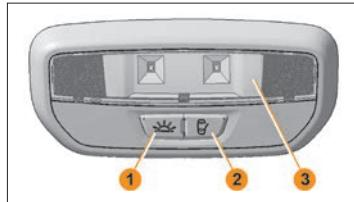

Рис. 1. Плафон освещения заднего ряда сидений
**В вариантом исполнении** автомобиль комплектуется плафоном, выполняющим функции дополнительного освещения задней части салона (рис. 1). При нажатии на клавишу с пиктограммой включается режим общего освещения. При нажатии на клавишу с пиктограммой включается режим «Включено при открытой двери». В случае нажатия обеих клавиш приоритет имеет клавиша с пиктограммой . Переключатели режимов освещения кнопочного типа с фиксированным положением «Включено».
Розетка для подключения дополнительного электрооборудования (рис. 1а), используется для подключения только 12-вольтовых электрических приборов мощностью не более 120 Вт.
Рис. 1а. Розетка для подключения дополнительного электрооборудования
Рис. 1б. Вилка электрического прибора для подключения дополнительного электрооборудования
Вместо розетки для подключения дополнительного электрооборудования у дилеров за счет потребителя предусмотрена возможность установки на автомобиль прикуривателя 1 (рис. 1в).
Рис. 1в. Прикуриватель